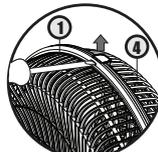

Figura 12
• Para remover a grade frontal, deve-se introduzir a ponta da chave de fenda em cada uma das fendas localizadas na sua borda, pressionando as linguetas para fora e liberando as 5(cinco) travas conforme a figura 12.